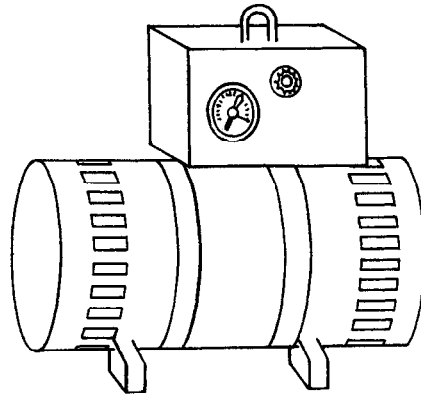

Figura 2.6
- ▲ Accionadas por motor eléctrico (Figura 2.6).